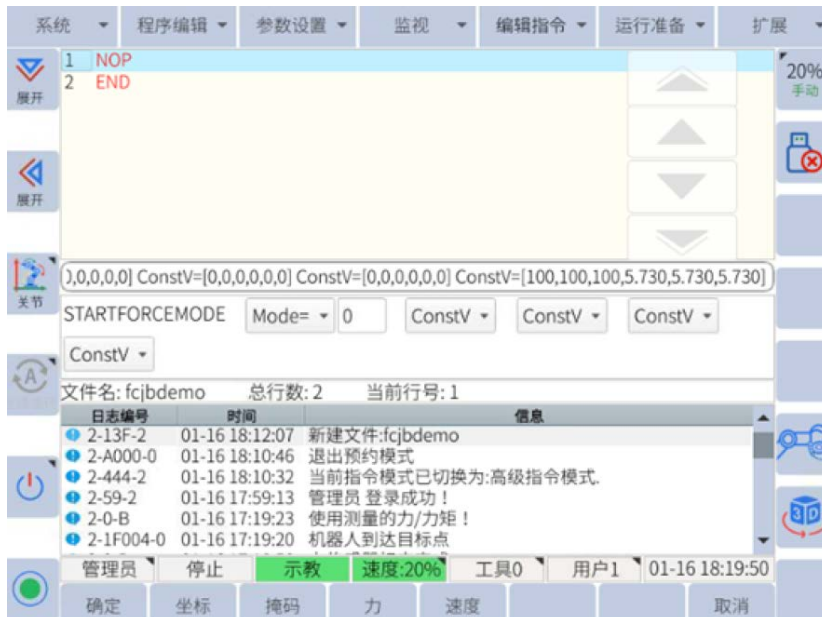

图 6-48: 修改V变量为ConstV
- 用户还可以通过点击“V”右侧的下拉框将所有的“V”变量修改为“ConstV”，如图 6-48 所示：